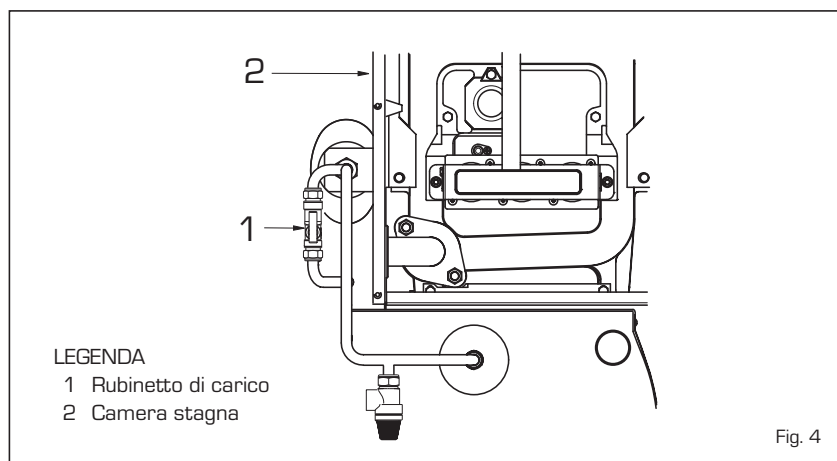

Fig. 4
2.5 RIEMPIMENTO IMPIANTO (fig. 4)